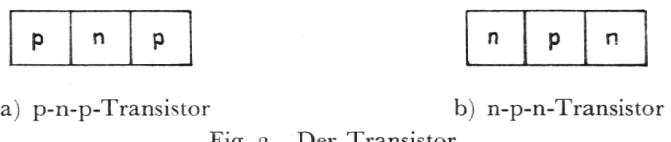
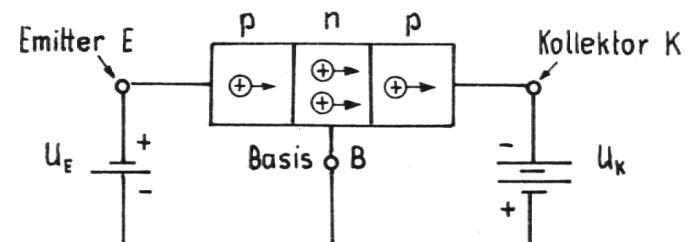
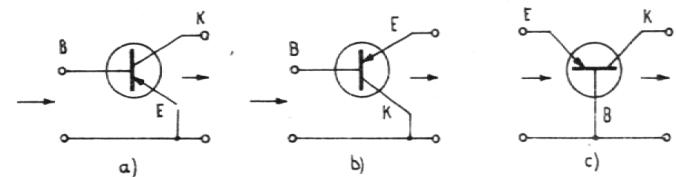

Fig. 3 Der Transistor
Fig. 4
Fig. 6 Die Grundschaltungen des Transistors
schalteter Dioden aufgebaut sind (vgl. Fig. 3). Der wesentliche Unterschied zu zwei einzelnen Dioden besteht jedoch darin, daß beim Transistor die mittlere Schicht für beide Gleichrichter gemeinsam ist. Es ist nun für jede der drei Schichten ein Anschluß für eine äußere Spannung möglich, den wir folgendermaßen benennen (vgl. Fig. 4):
Legt man nun zwischen Kollektor und Basis eines p-n-p-Transistors eine negative (Kollektor-)Spannung  $U_K$  an (vgl. Fig. 4), so fließt nur ein kleiner Strom zwischen Basis und Kollektor, da die rechte p-n-Diode sperrt. Eine positive Spannung  $U_E$  zwischen Emitter und Basis betreibt die linke p-n-Diode in Durchlaßrichtung. Wir erwarten, daß vom Emitter aus der Basis heraus wegen des kleinen Widerstandes ein relativ großer Strom fließt. Wir täuschen uns aber, da wir den erstaunlichen Transistoreffekt in der (mittleren) n-Schicht noch nicht kennen: positive Ladungsträger der linken Emitter-Schicht wandern zwar vom Plus-Pol der Emitter-Spannung in die n-Schicht, wie vorausgesehen. Anstatt jedoch direkt zur Basis zu gelangen und so den Stromkreis zu schließen, besinnen sich diese positiven Ladungsträger eines bessern: in der n-Schicht sind sie nämlich in das negative, also anziehende Spannungsfeld des Kollektors gelangt. Sie strömen fast gesamthaft überraschenderweise zum Kollektor. Daher stammen die Namen Kollektor (= Sammler) und Emitter (= Aussendender, Ausströmender). Im Kollektor-Kreis kann also nur ein merklicher Strom  $I_K$  fließen, wenn ein Steuerstrom  $I_E$  aus dem Emitter dies ermöglicht.
Man benutzt für die Bezeichnung der Transistoren außer der in Fig. 4 gewählten auch die Symbolik wie in Fig. 6.
- a) Emitterbasis-Schaltung (Fig. 6 a)
- b) Kollektorbasis-Schaltung (Fig. 6 b)
- c) Basis-Basis-Schaltung (Fig. 6 c)